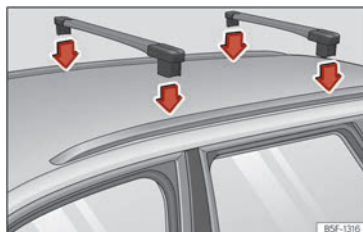

Abb. 201 Befestigungspunkte der Querstangen für den Dachgepäckträger (Leon Sportstourer).
Gültig für Leon Sportstourer: Die Querstangen werden an der seitlichen Dachreling angebracht »» (Abb. 201). Der Abstand zwischen den Querstangen (A) muss etwa 75 cm betragen und der Abstand der vorderen Querstange zur vorderen Halterung der Dachreling (B) muss 30 cm betragen.